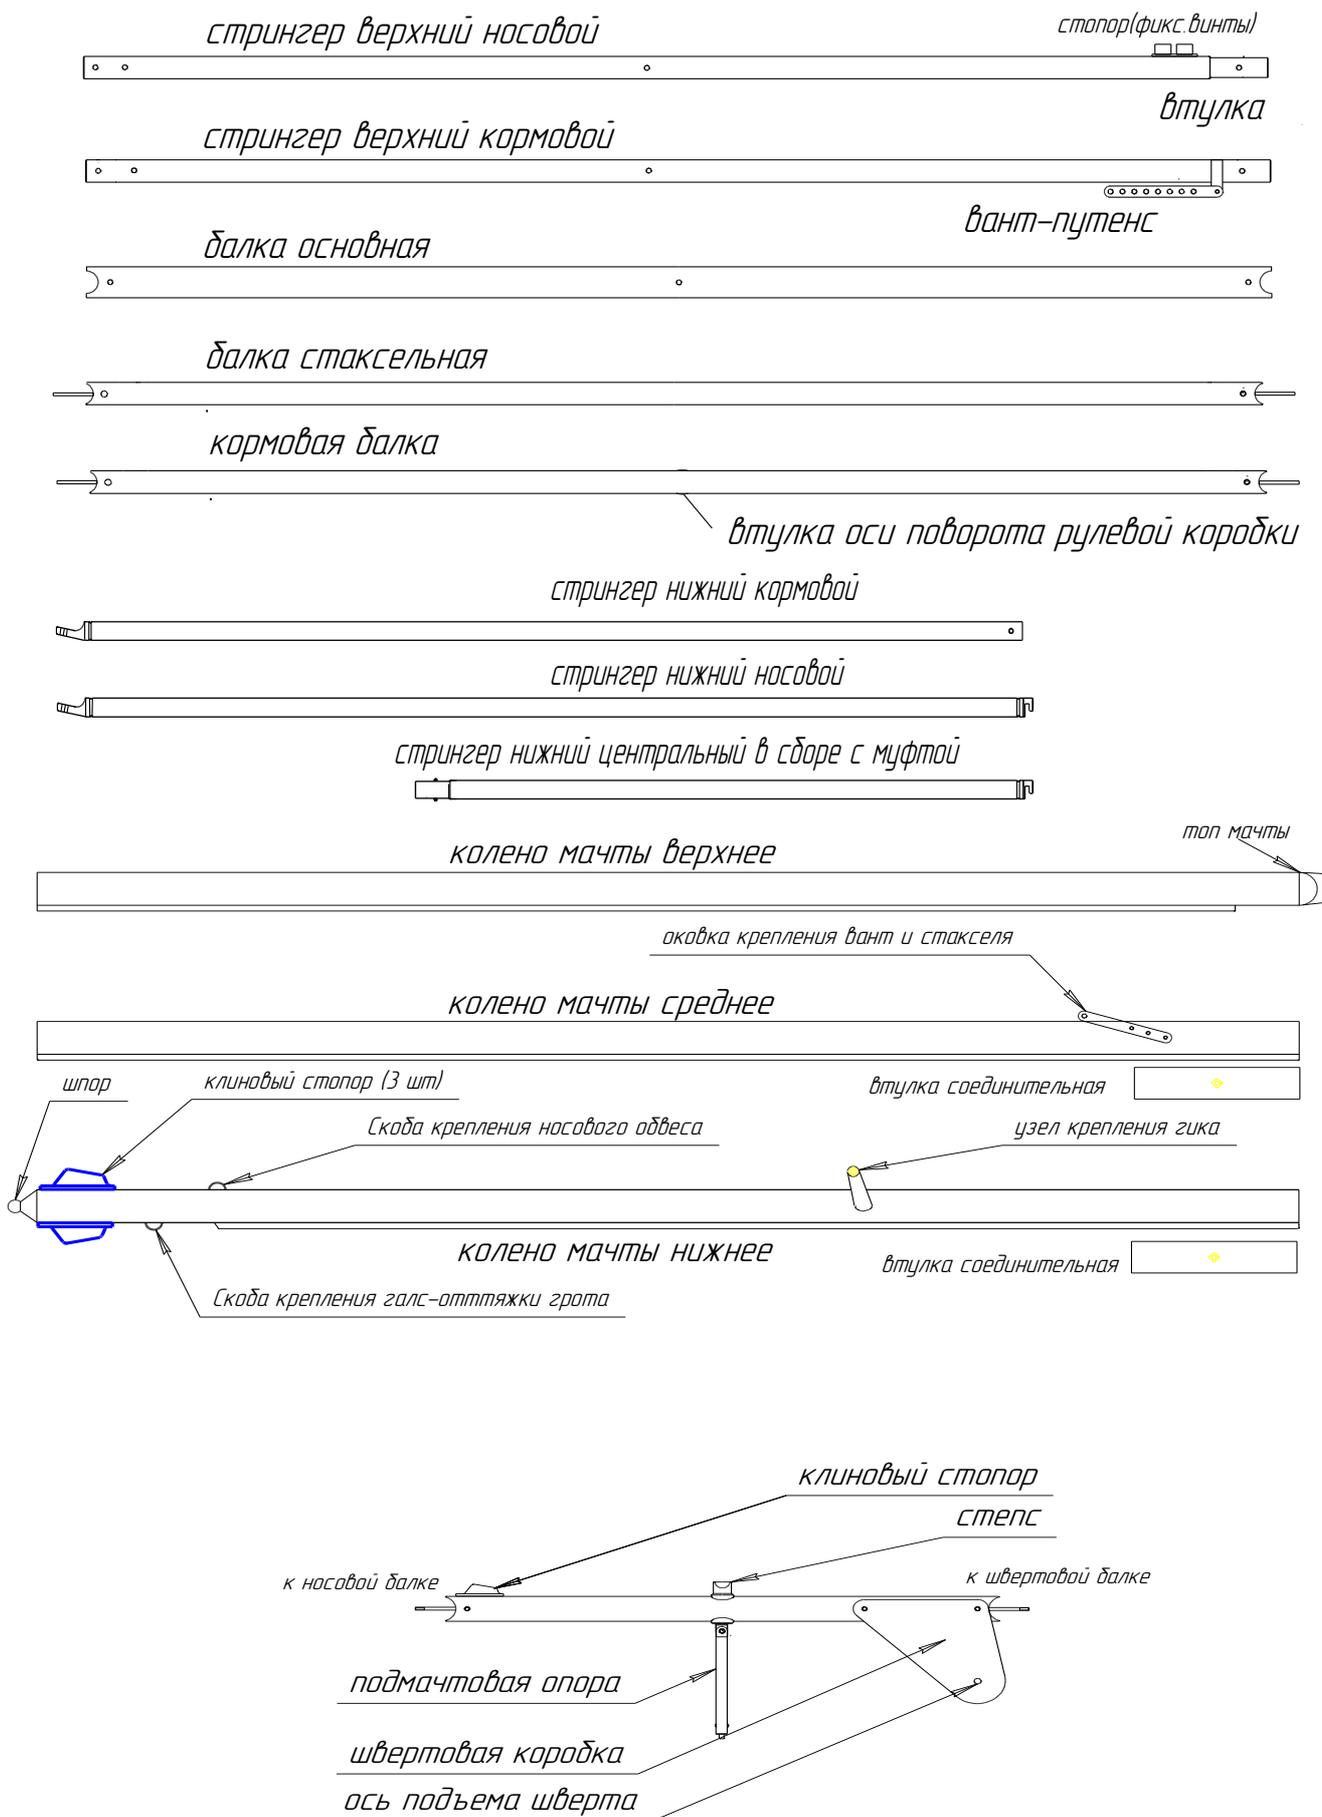
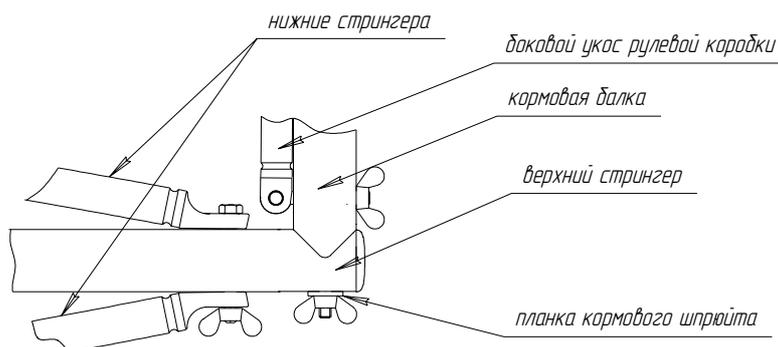
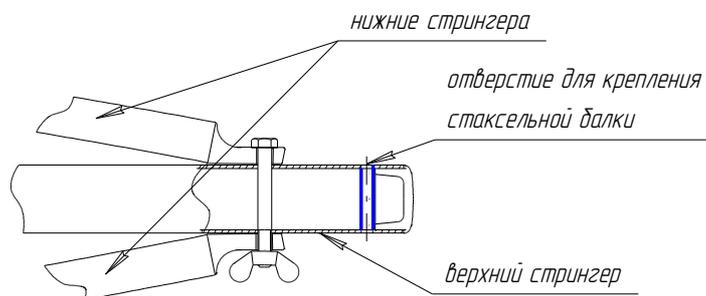

рис.2. Элементы рамы катамарана.
рис.7. Крепление кормовой балки.
рис.9. Соединение верхнего и нижних стрингеров (носовой узел).
Определите назначение элементов силовой конструкции катамарана руководствуясь рис.2. и нижеследующим:
8. Оденьте на откидные болты, установленные в носовой и швертовой балках, собранные верхние стрингера. Стрингера должны располагаться таким образом, чтобы стопора (винты крепления соединительной втулки) оказались сверху и рядом со швертовой балкой (рис.2.).
10. Присоедините шкотовую балку в сборе со шпангоутами к верхним стрингерам. Подложив шайбы, наживите гайки-барашки (рис.2.).
12. Установите рулевую подвеску на кормовую балку. Для этого откидные болты, закрепленные в боковых укосах рулевой подвески, закрепите на кормовой балке (рис.2.,рис.7.). Подложив шайбы, зафиксируйте гайками-барашками.
13. Установите кормовую балку (рис.7.) Наденьте на откидные болты планки кормового шпрюйта (шпрюйта гика-шкота в сборе с гика-шкотом) и зафиксируйте соединение гайками-барашками.
- б. Состыкуйте носовые (рис.9.) и кормовые (рис.7.) окончания нижних и верхних стрингеров.